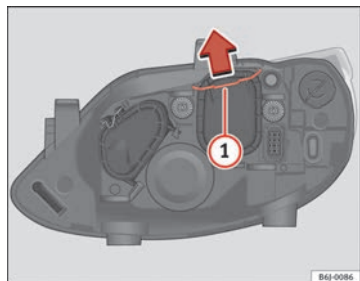

Fig. 152 Anabbaglianti
- Far scorrere il tirante ⇒ fig. 152 ① nel senso della freccia e sfilare la chiusura.